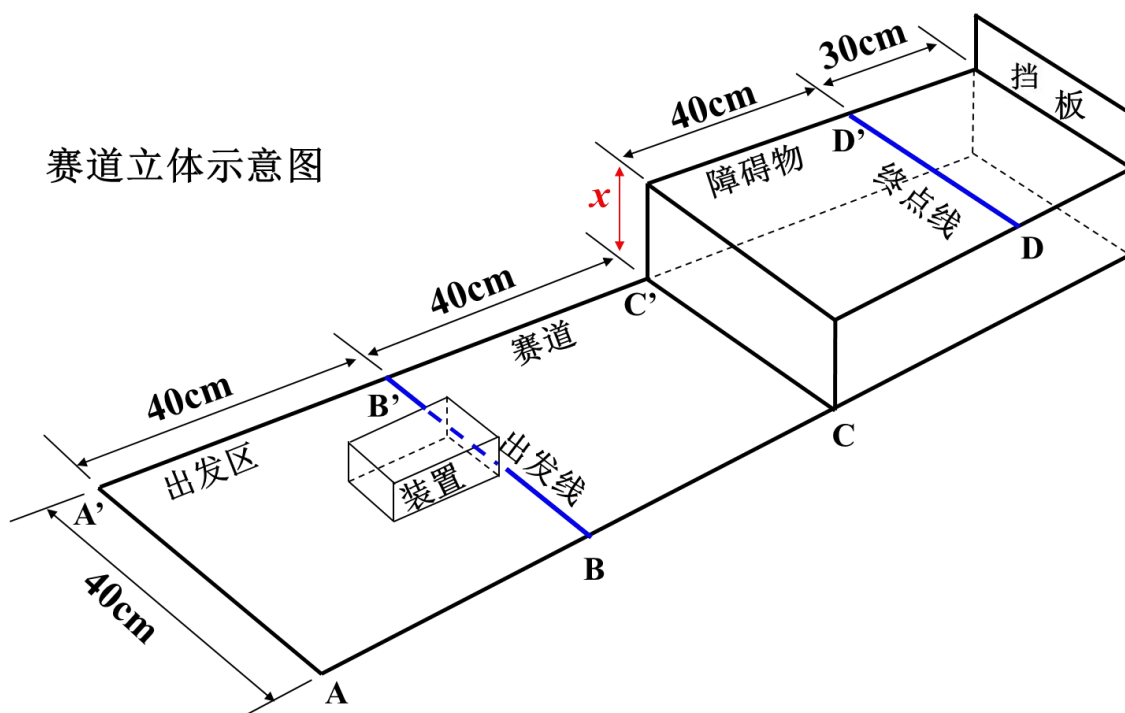

图 1 初赛赛道立体示意图
3) 赛道尺寸如图 1 所示。赛道宽度 40cm，出发区长 40cm，出发线 (BB') 至障碍物下边缘 (CC') 40cm，障碍物上边缘至终点线 (DD') 距离 40cm；终点线后 30cm 处设置一挡板。x 为障碍物高度。